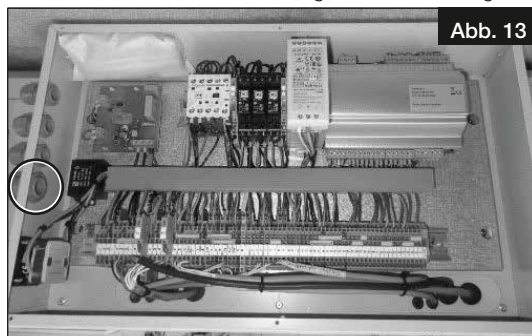

Abb. 13
3. Markierte Kabelverschraubung lösen und Leitung durchführen (s. Abb. 13).